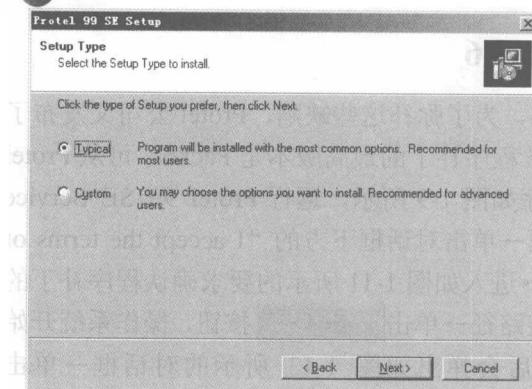

图 1-4 “Setup Type”对话框
(4) 单击 **Next >** 按钮→弹出“Setup Type”对话框, 如图 1-4 所示→读者可以选择安装方式。